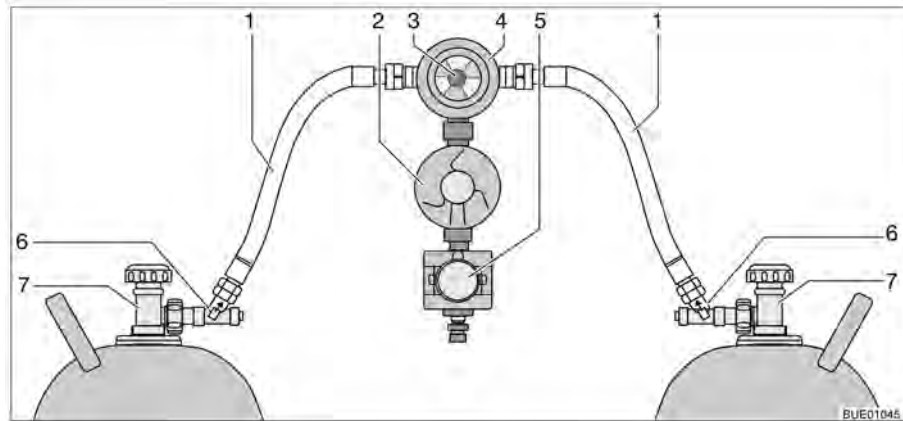

Fig. 127 Impianto di commutazione Crash Protection Unit
La Crash Protection Unit consiste di due limitatori di flusso con sblocco manuale (Fig. 127,6), di una valvola di commutazione (Fig. 127,4) con regolatore di pressione (Fig. 127,2), di una elettrovalvola (Fig. 127,5) e di una centralina di controllo con LED a tre colori. La valvola di commutazione viene montata tra i due tubi del gas (Fig. 127,1).
Con la manopola (Fig. 127,3) sulla valvola di commutazione è possibile stabilire, quale delle bombole del gas viene utilizzata come bombola in uso e quale bombola del gas viene utilizzata come bombola di riserva.
Sulla centralina di controllo (Fig. 128) possono venire azionate solo le funzioni elettriche. Le valvole principali di arresto delle bombole del gas (Fig. 127,7) e gli sblocchi (Fig. 127,6) devono essere aperti a mano.
- Aprire le valvole principali di arresto delle bombole del gas (Fig. 127,7).
- Premere gli sblocchi (Fig. 127,6) uno dopo l'altro per 10 secondi.
- Con la manopola (Fig. 127,3) sulla valvola di commutazione (Fig. 127,4) selezionare la bombola del gas, da cui proviene la principale alimentazione del gas (bombola in uso).
- Chiudere le valvole principali di arresto delle bombole del gas (Fig. 127,7).